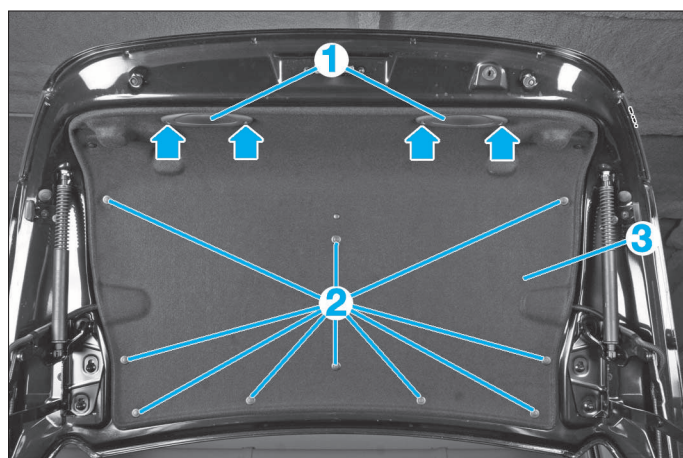
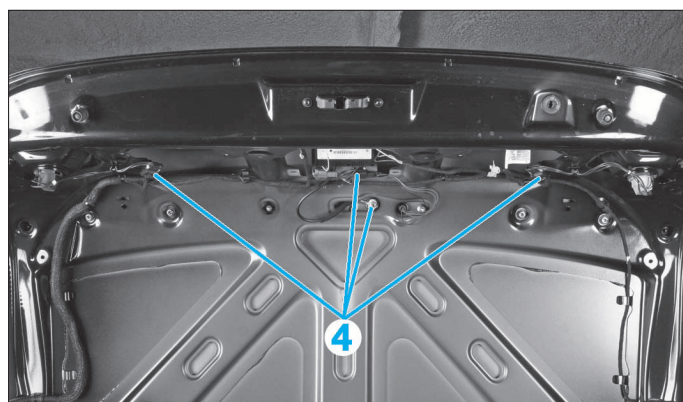

FIG. 68
FIG. 69
- les poignées (1) (Fig.68).
- les agrafes (2).
- la garniture de coffre (3).
- Débrancher les connecteurs (4), dégrafer et déga-ger les faisceaux électriques (Fig.69).